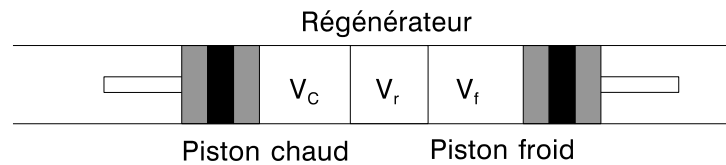

Figure 3 : différents volumes pris en compte
**II.1 c)** À partir d'un bilan de matière, exprimer la pression  $p$  en fonction de  $n$ ,  $R$ , des températures  $T_r$ ,  $T_C$ ,  $T_f$  et des volumes  $V_r$ ,  $V_C$  et  $V_f$ , volumes associés au régénérateur, au piston chaud et au piston froid (voir figure 3). On considérera la pression identique dans le régénérateur et les deux chambres.